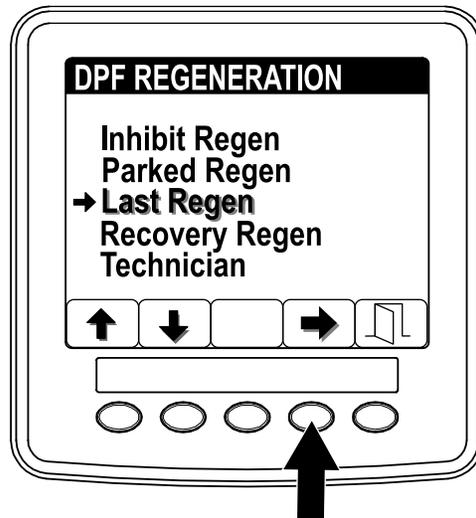

Figura 5
1. Acceda al menú DPF Regeneration (Regeneración de DPF) y pulse los botones 1 o 2 para desplazarse hacia abajo, hasta la opción LAST REGENERATION (Última regeneración) (Figura 5).
2. Pulse el botón 4 para seleccionar la opción Last Regeneration (Última regeneración) (Figura 5).